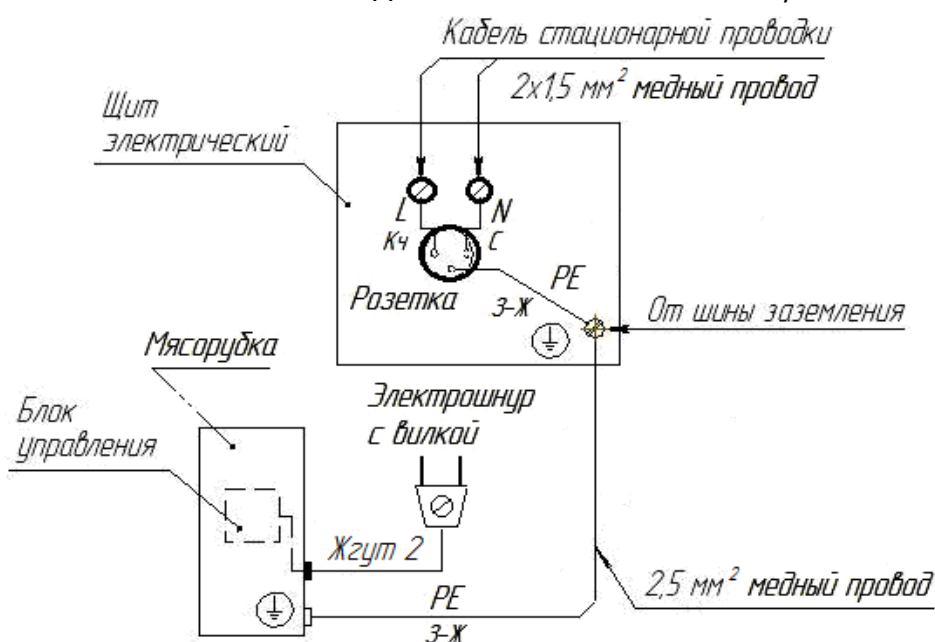

Рисунок 5 – Схема электрическая подключения ТМ-32М, ТМ-12М, ТМ-5М
- для однофазного исполнения (рисунок 5): посредством трёхжильного электрического провода с опрессованной вилкой «Жгут 2», входящего в состав изделия; минимальное сечение жил должно быть не менее $0,75 \text{ мм}^2$.